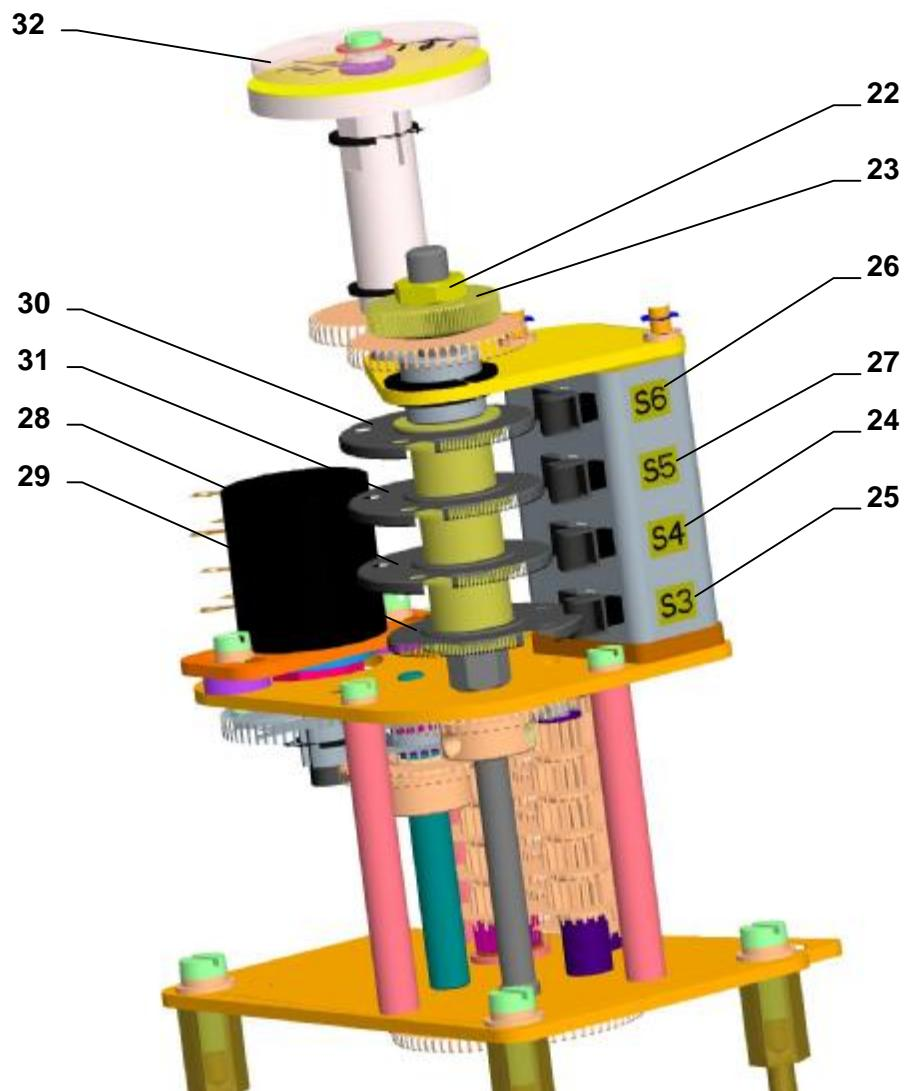

Рис.3
4.2 Настройка блока положения и сигнализации (рис.3)
Прибор на заводе-изготовителе настроен на постоянный ход(согласно спецификации), указанный на типовом щитке. Насколько заказчик неспецифицировал величину конкретного рабочего хода, рабочие обороты установлены на 3-ий ступень избранного ряда хода. При установке, настроении и перестановке выключателей положения и сигнализации поступайте следующим образом(Рис. 3).
Рис.3а